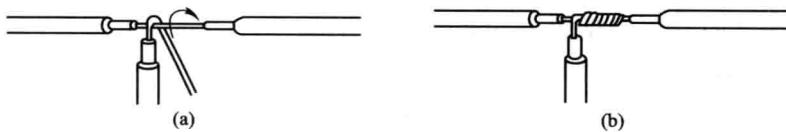

图 1-12 单股铜芯线的 T 形连接
- ① 将除去绝缘层和氧化层的支路芯线与干线芯线十字交叉，注意在支路芯线根部留出 30~50 mm 裸线，如图 1-12 (a) 所示。
- ② 按顺时针方向将支路芯线在干线芯线上紧密缠绕 6~8 圈，用钢丝钳剪去多余线头并钳平线芯末端。如图 1-12 (b) 所示。